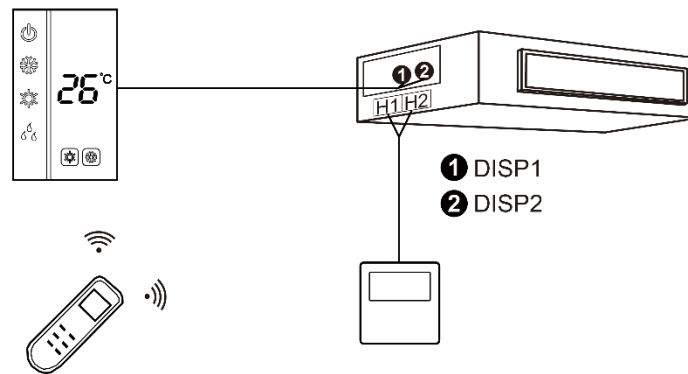

Fig.5.4.3
3) El control por cable y la placa receptora pueden instalarse simultáneamente. Al operar mediante el mando a distancia, tanto el control por cable como la placa receptora pueden recibir las señales, como se muestra en la Fig.5.4.3.